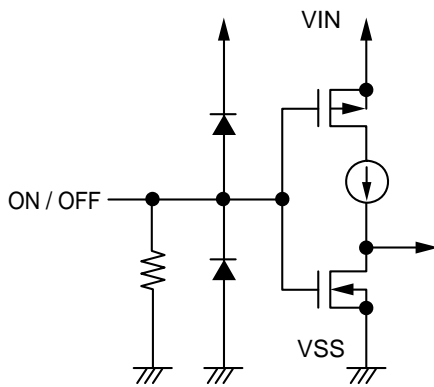

図17
ON / OFF端子は図17、18の構造になっています。S-1137シリーズA / Cタイプでは、ON / OFF端子がフローティング状態のとき、内部でV_{SS}端子にプルダウンされているため、VOUT端子はV_{SS}レベルとなります。またS-1137シリーズB / Dタイプでは、ON / OFF端子は内部でプルダウンされていないため、フローティング状態で使用しないでください。S-1137シリーズB / DタイプにおいてON / OFF端子を使用しない場合、VIN端子に接続してください。
*1. ON / OFF端子をVIN端子に接続した状態で動作させたときのS-1137シリーズA / Cタイプの消費電流は、プルダウン抵抗に流れ込む電流分だけ多く流れますので注意してください (図17参照)。